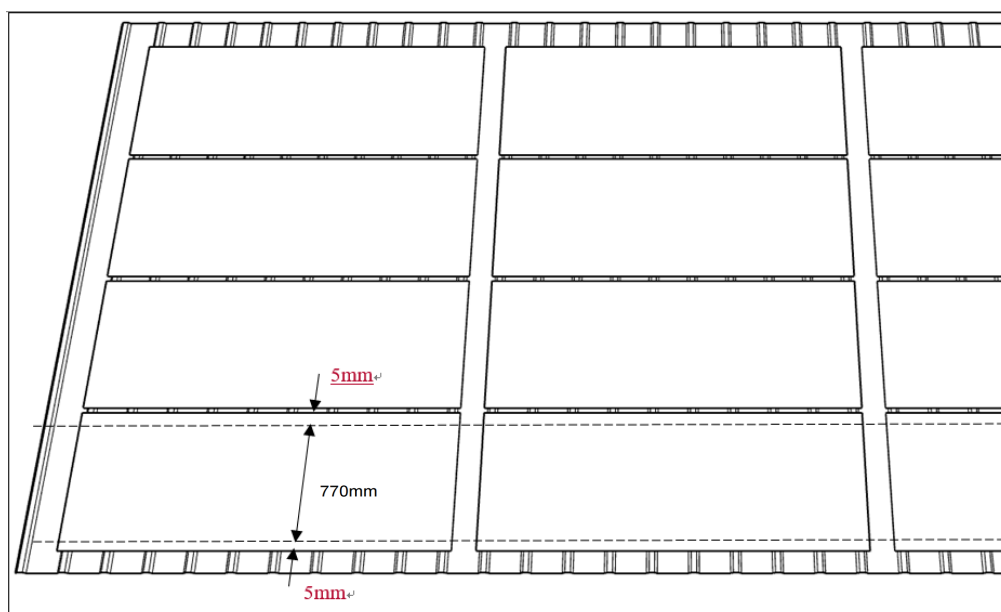

Figura 5
- ④ O comprimento de cada seção do adesivo estrutural deve ser de 770 mm, com um recuo de 5 mm em cada extremidade em comparação com a borda longa do produto Galaxy Plus (conforme mostrado na Figura 5).